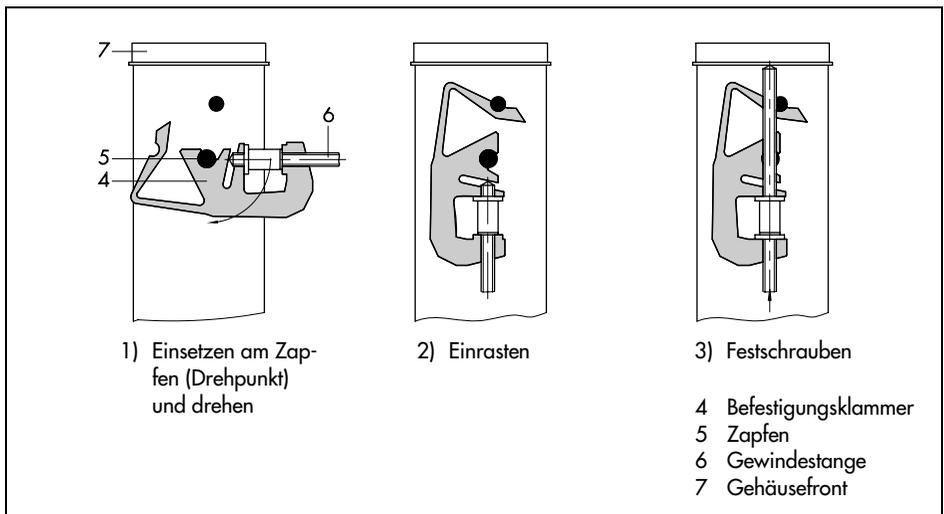

Bild 3. Montage (Tafeleinbaugerät)
3. Je eine mitgelieferte Befestigungsklammer oben und unten entsprechend den in Bild 3 dargestellten Schritten 1) und 2) montieren.
4. Gewindestangen mit einem Schraubendreher in Richtung Schalttafel drehen, so dass das Gehäuse gegen die Schalttafel geklemmt wird (Schritt 3), Bild 3).